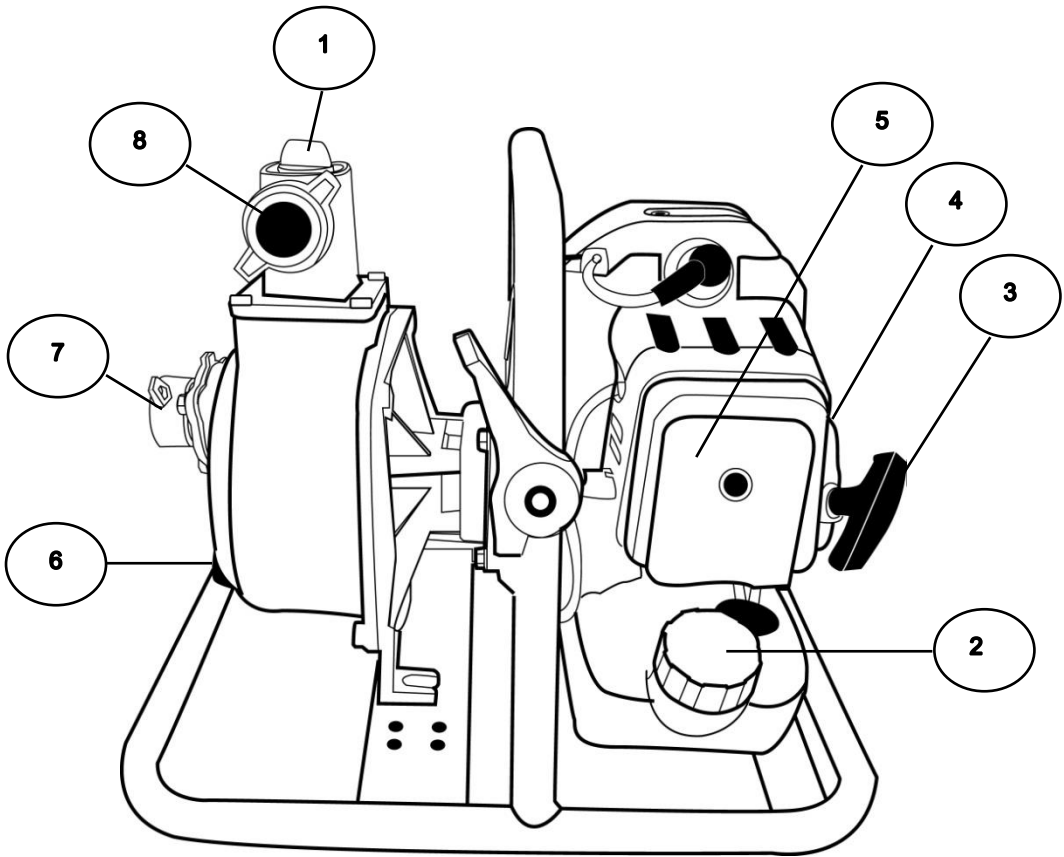

Рис. 1
Перед запуском двигателя, убедитесь, что камера насоса наполнена водой. Отвинтите пробку наливного отверстия (1, рис.1) и наполните камеру водой. Установите пробку обратно и надежно затяните.
- Переведите рычаг воздушной заслонки (4б рис. 1) в закрытое положение.
- Аккуратно потяните за ручку стартера (3, рис.1), пока не почувствуете сопротивление коленчатого вала, затем потяните резко, чтобы запустить двигатель.